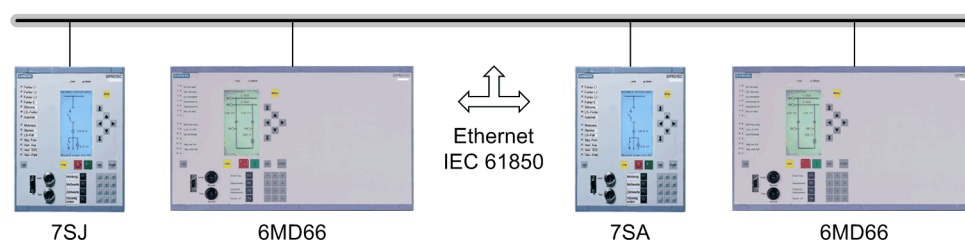

Рисунок 2-28 Система оперативной блокировки в распределительном устройстве с 6MD66 и МЭК61850—GOOSE
- Если используется связь МЭК61850 через Ethernet, то информация для системной блокировки передается между контроллерами присоединения напрямую (или со всеми другими GOOSE-совместимыми контроллерами). Используемый интерфейс Ethernet такой же, что и в случае соединения с контроллером подстанции (см. рис. 2-28).